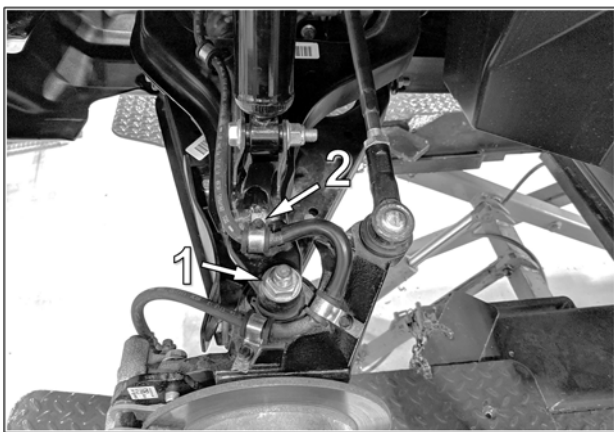

Fig. 13
3. Au bras de suspension supérieur, retirer temporairement l'écrou (1) du joint à rotule et le boulon (2) de la bride de boyau de frein. Fig. 13 ou Fig. 14